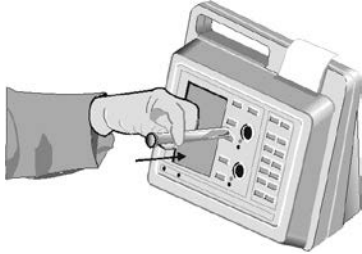

Figura 9. Introducerea eprubetei de testare în godeu
3. Introduceți eprubeta de testare în godeu (Figura 9 de mai jos). Rotiți rapid eprubeta în sens orar o singură rotire. Ecranul va afișa pentru scurt timp **DETECTAREA MAGNETULUI, VĂ RUGĂM AȘTEPTAȚI**.